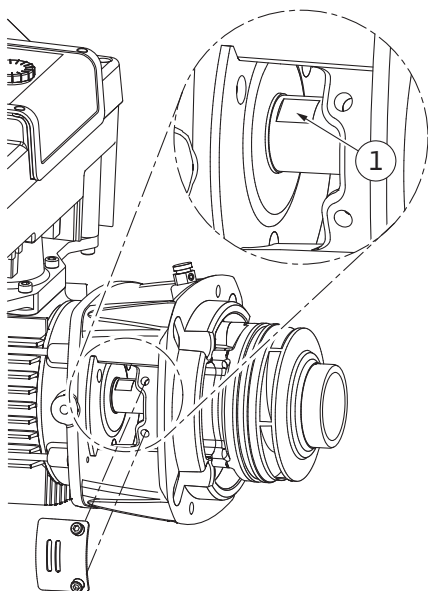

Fig. 105: Površine ključa na vratilu
14. Viljuškasti ključ (širina 22 mm) uvesti u prozor lanterne i površinama ključa čvrsto držati vratilo (Fig. 105, poz. 1). Odvrnuti navrtku radnog kola (Fig. I, poz. 22). Radno kolo (Fig. I, poz. 21) se automatski izvlači sa vratila.
3. Viljuškasti ključ (širina 22 mm) uvesti u prozor lanterne i površinama ključa čvrsto držati vratilo (Fig. 105, poz. 1).
10. Viljuškasti ključ (širina 32 mm) ubaciti u prozor lanterne (Fig. IV, poz. 38) i površinom ključa čvrsto držati vratilo (Fig. 105, poz. 1). Radno kolo montirati sa podloškama (podloškama) i navrtkom. Pritegnuti navrtku. Sprečiti oštećenja mehaničkog zaptivača usled iskošenja.